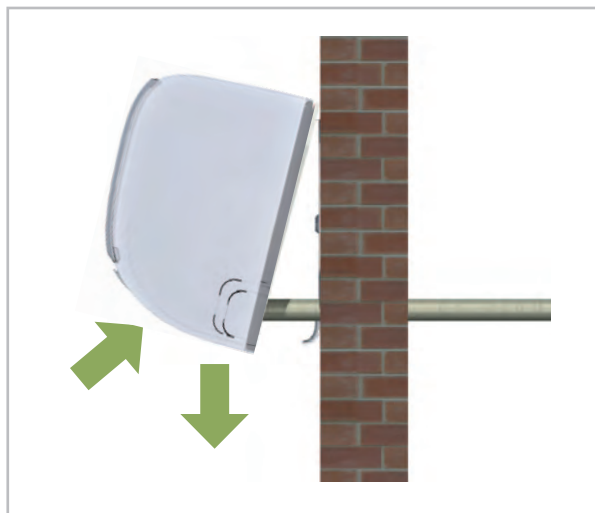

Fig. 33: Orientation horizontale
5. Vérifiez une nouvelle fois l'horizontalité de l'appareil. (Voir la Fig. 33)